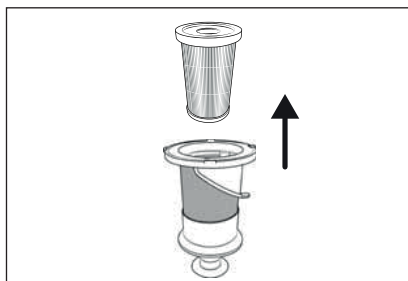

Fig. 24
- 4) Scoateți filtrul EPA **5** din filtrul din oțel inoxidabil **6** introducând mâna în deschiderea filtrului EPA **5** și trăgându-l din filtrul din oțel inoxidabil **6** (a se vedea fig. 24).